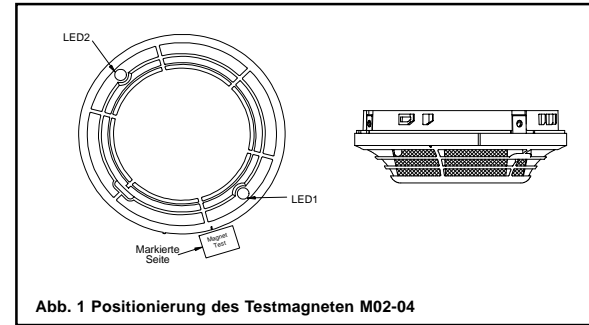

Abb. 1 Positionierung des Testmagneten M02-04
- Testen Sie den blinkenden Melder indem der Magnet ca. 2cm von LED 1 im Uhrzeigersinn entfernt, direkt an den Melder gehalten wird (s. Abb. 1).